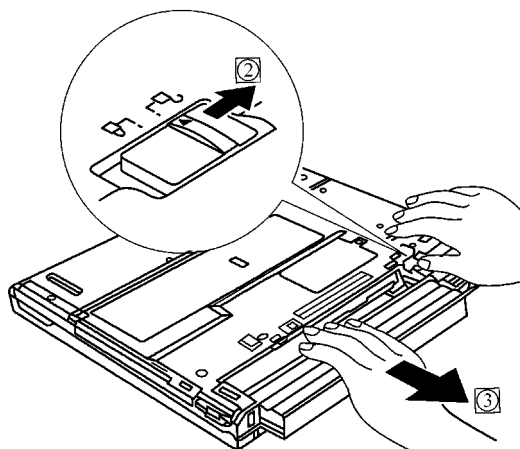

图 6-2 拆卸出电池示意图
(2) 用另一只手将电池另一固定卡子固定拨到箭头“②”所示方向，用手握住电池并朝箭头“③”所示方向拔出即可取出电池。如图 6-2 所示。